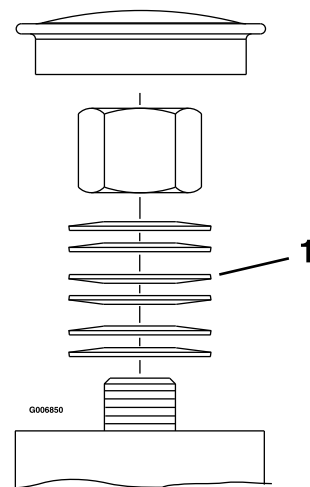

Figura 55
3. Îndepărtați capacul anti-praf de pe roata pivotantă i strângeți contrapiulița până când aibele grower sunt plate, apoi rotiți înapoi $\frac{1}{4}$ de tură pentru a seta corespunzător sarcina prealabilă asupra rulmenților (Figura 54 i Figura 55).
Important: Asigurați-vă că aibele grower sunt montate corect, conform Figura 54 i Figura 55.